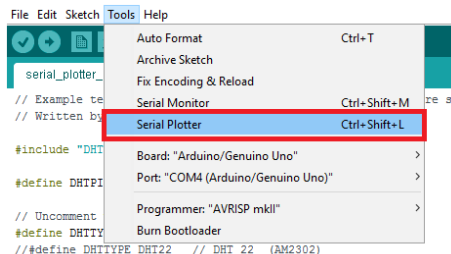

Figure 3: fonction d'affichage Serial Plotter
- c- On souhaite à présent afficher sur le MKR2 le graphe d'évolution de la donnée capteur acquise par le MKR1. Mettez en œuvre cet affichage sur le MKR2 par le biais de la fonction *Serial Plotter* comme indiquer sur la figure ci-dessous (Figure 3) :